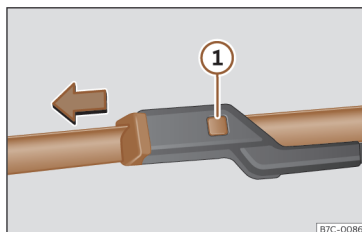

Fig. 180 Substituição das escovas do limpa para-brisas.
- Mantenha pressionado o botão de desbloqueio >>> **Fig. 180** ① puxando ligeiramente pela escova no sentido da seta.